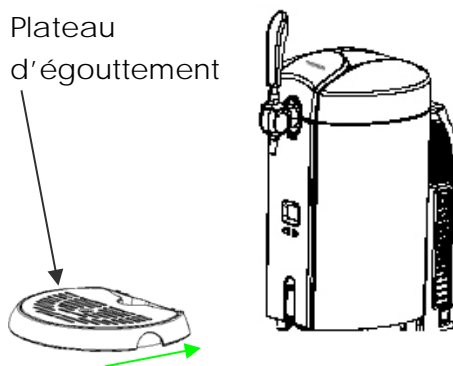

Figure 4
3. Insérez le plateau d'égouttement dans la rainure prévue (figure 4).